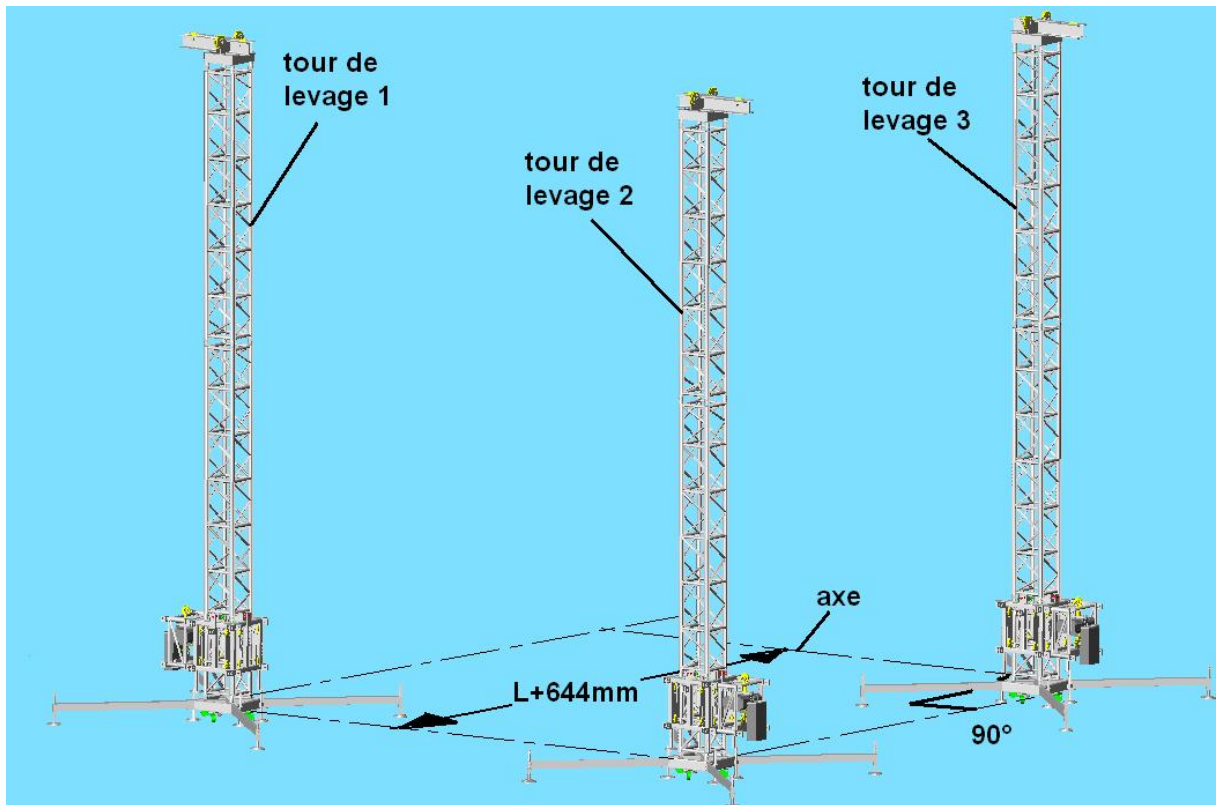

fig.3
- c) Positionner la troisième tour sur ce troisième axe à L+644mm de la tour 2, puis tracer au sol un autre axe perpendiculaire à ce dernier (fig.3)